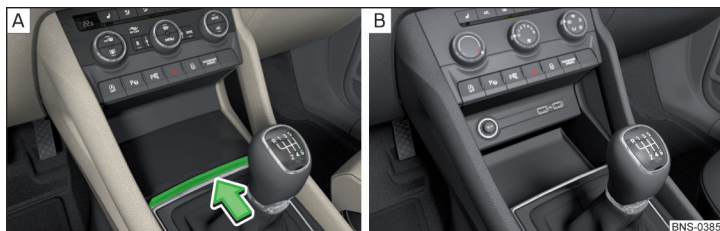

Fig. 111 Abrir compartimento guardaobjetos / Compartimento guardaobjetos no bloqueable
- Para **abrir**, presionar sobre la regleta en el sentido de la flecha » fig. 111 - [A].
Determinadas versiones de modelo no disponen de ninguna tapa del compartimento guardaobjetos » fig. 111 - [B].